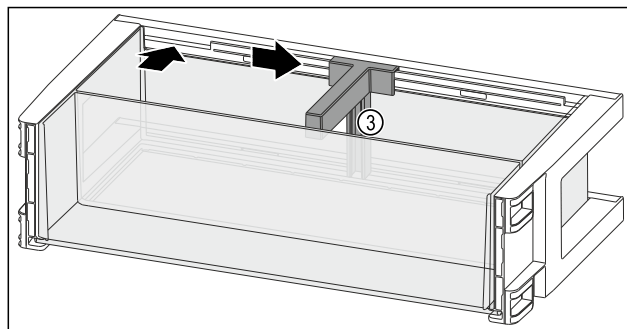

Fig. 95
- Flessenhouder Fig. 95 (3) in de uitsparing plaatsen.
- Flessenhouder Fig. 95 (3) in de gewenste positie opzij schuiven.